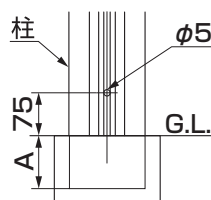

図2-2
- ②図のA+75mmにφ5mmの孔加工を行ってください。(図2-2)